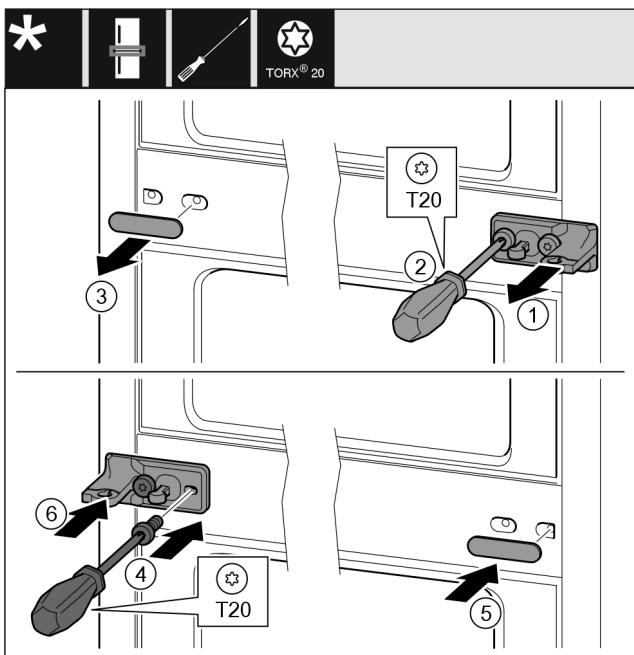

Fig. 11
- Свалете шайбата. Fig. 11 (1)
- Отвийте винтовете с отвертка T20. Fig. 11 (2)
- Свалете внимателно капака. Fig. 11 (3)
- Затегнете здраво от другата страна лагерната стойка с фолио, завъртяна на 180°. Fig. 11 (4)
- Поставете капака, завъртян на 180°, от другата страна. Fig. 11 (5)
- Нахлузете отпред шайбата. Fig. 11 (6)